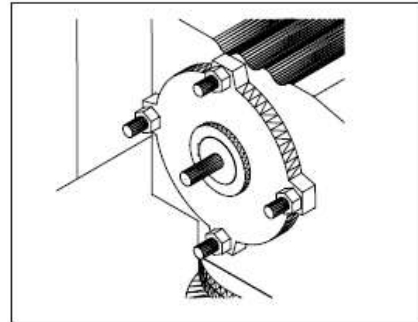

Figura 30
4. Después del encaje del conjunto accionador, asegúrese de que el lado de fuera del reductor esté alineado con el rebaje del eje (ver figura 30).